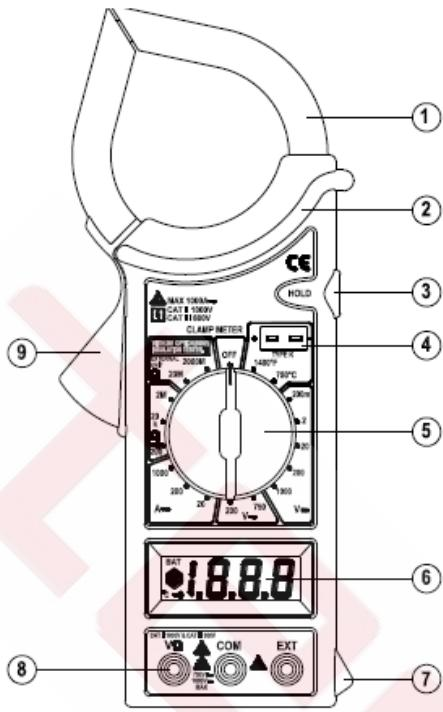

Рисунок 1
1. Установите поворотный переключатель в соответствующее положение в секторе **A~**. Нажмите на курок, чтобы раскрыть токовые клещи, и сомкните их вокруг **одного** проводника (рис. 1).